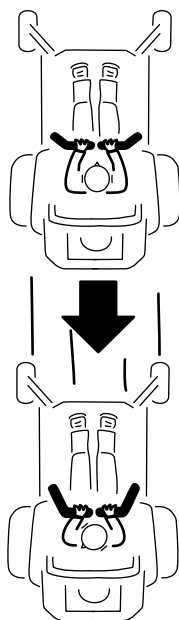

Figura 29
2. Para ir hacia atrás, tire lentamente de las palancas de control de movimiento hacia atrás (Figura 29).